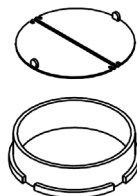

Fig.2
Om du vill att köksfläkten ska arbeta med utblås, ska du använda ett rör med en invändig diameter på 120 mm. Det os som uppstår vid matlagning leds bort med hjälp av ett rör, som ska anslutas till en anslutningsring (fig. 2). Röret ansluts till en ventilationsöppning i väggen.
- Sätt fast anslutningsringen vid köksfläktens avledningsöppning (fig. 2).
- Anslut anslutningsringen vid köksfläktens utloppsöppning (fig. 2).